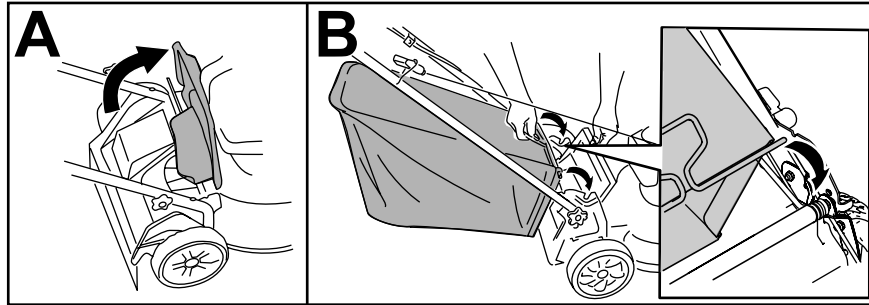

Figura 14
1. Levante y sujete el deflector trasero (Figura 14, A).
2. Instale el recogedor, asegurándose de que los pasadores de la bolsa descansan en las muescas del manillar (Figura 14, B).